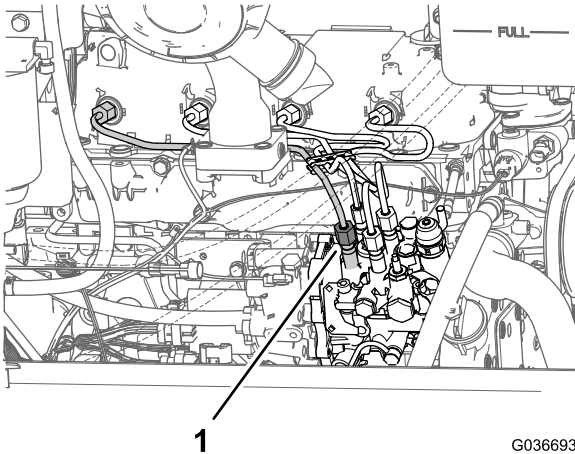

图45
1. 拧松喷射泵上油缸 1 号喷油器上的集油管螺母 **图45**。